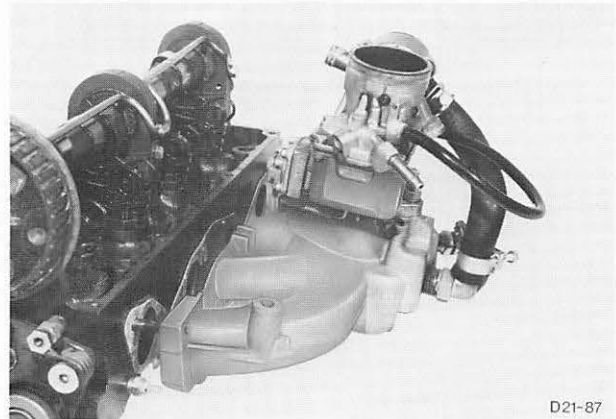
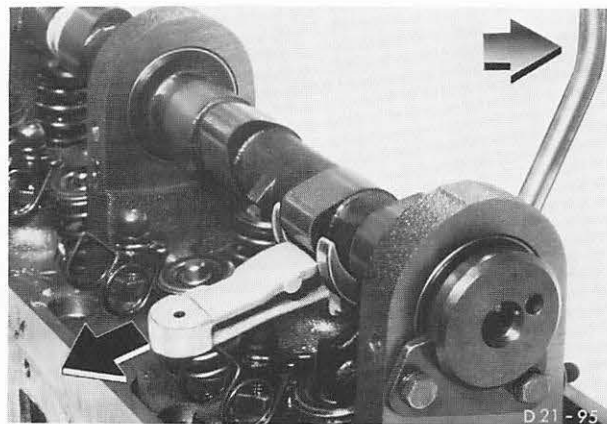
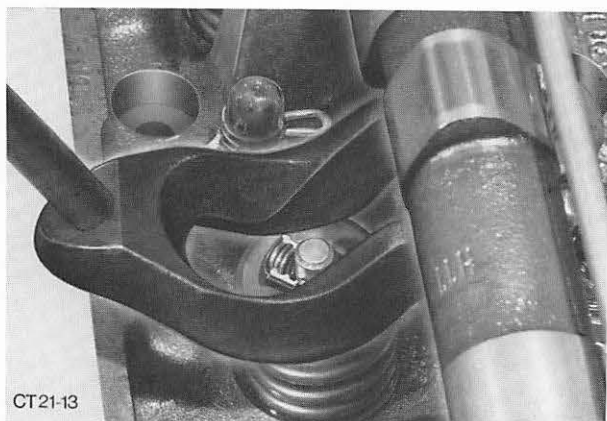

Abb. 223 Ansaugkrümmer mit Vergaser abbauen
Abb. 224 Schlepphebel mit Spezialwerkzeug 21-005 ausbauen
Abb. 225 Abbau der Ventilkeile, -teller und -federn mit Spezialwerkzeug 21-005
2. Ansaugkrümmer (4 Schrauben, 2 Muttern) komplett mit Vergaser, Abb. 223, und Wasserstutzen (2 Schrauben) von Zylinderkopf abmontieren.
4. Stehbolzen-Ansaugkrümmer (2) und Stehbolzen-Auspuffkrümmer (8) mit zwei gekonterten Muttern sowie Geber-Fernthermometer herausdrehen.
5. Haltefedern-Schlepphebel aushängen. Ventilfedern und Ventilteller mit Hilfe des Spezialwerkzeuges 21-005 zusammendrücken, Schlepphebel herausziehen, Abb. 224, und Ventilkeile entnehmen, Abb. 225.